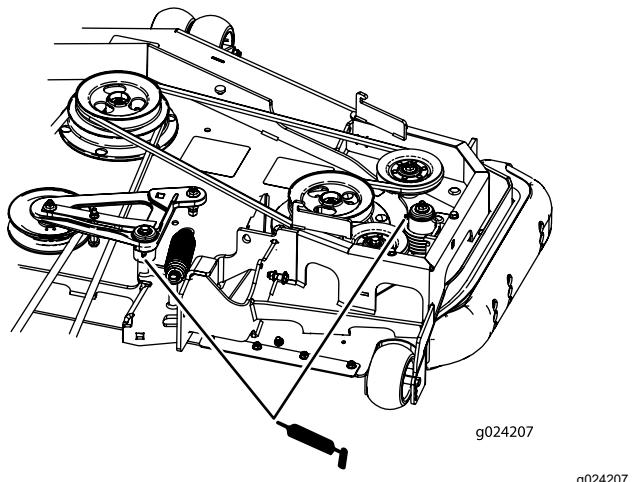

Figura 48
5. Engrase los brazos tensores de la correa de la carcasa (máquinas de descarga trasera solamente), como se muestra en la Figura 48.